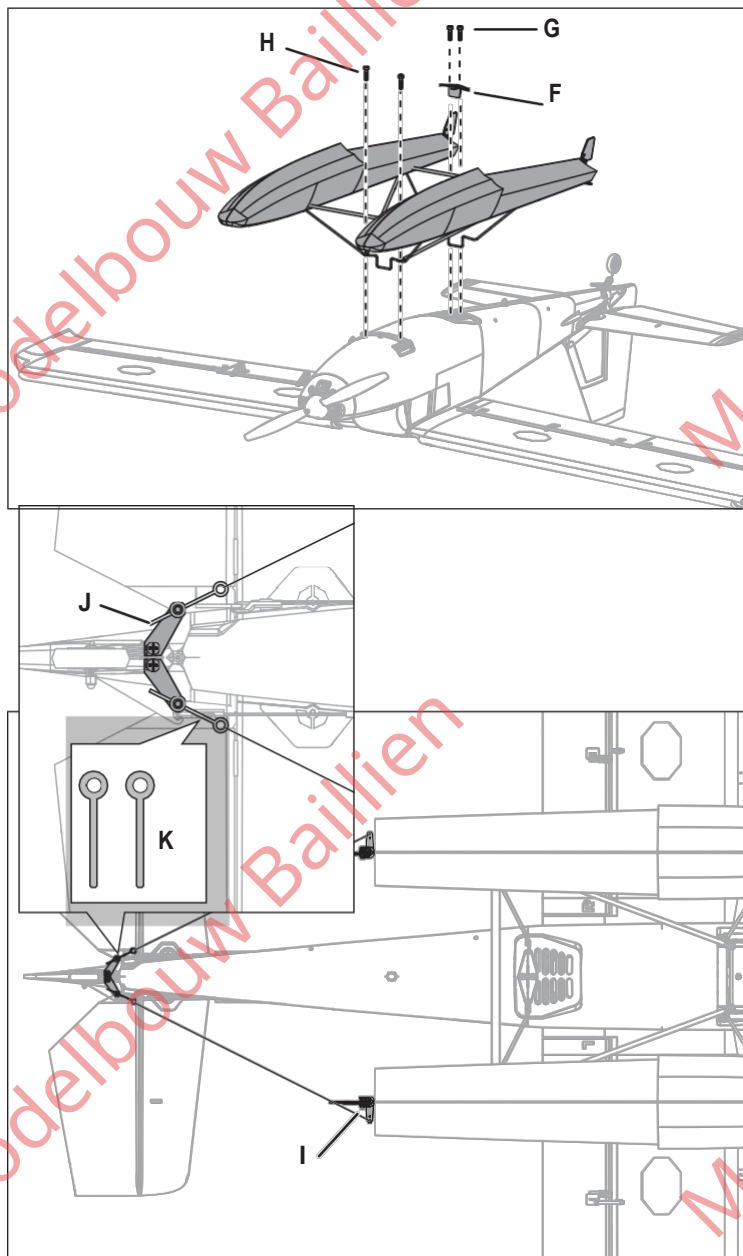

Afbeelding 1
1. Installeer de 2 spreidstangen (A) op de linker- en rechterdrijvers zoals afgebeeld.
2. Installeer de voorste en achterste drijversteunen op de drijvers en zet het geheel vast met de meegeleverde 4 drijverplaten (B) en schroeven (C). De voorste steun staat iets meer schuin dan de achterste steun (afbeelding 1).
3. Installeer de voorste steunelementen (D) zoals afgebeeld met behulp van de meegeleverde schroeven (E).